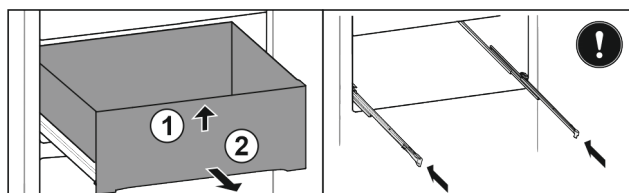

Fig. 28*
- ▶ Ridicați sertarul față Fig. 28 (1).*
- ▶ Extrageți spre înainte Fig. 28 (2).*